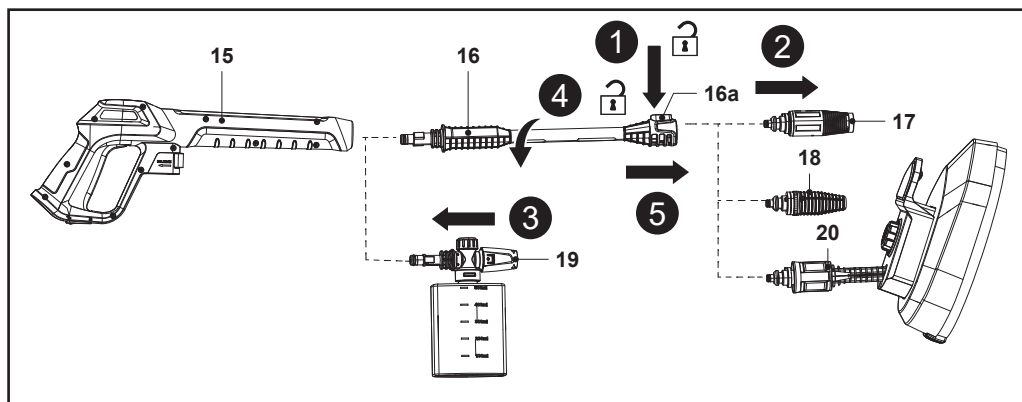

Fig. 4
**i** **REMARQUE :** Lorsque deux composants sont connectés correctement, il est impossible de les séparer en tirant dessus. Pour une utilisation correcte, tous les accessoires du pistolet de pulvérisation doivent être insérés dans le pistolet de pulvérisation (15).
4. Pour déconnecter la buse, appuyer sur le bouton de verrouillage (16a) et le maintenir, puis retirer la buse assemblée (Fig. 4, étapes 1 et 2). Réinstaller la buse requise.
5. Pour déconnecter la lance télescopique (16) ou la buse pour flacon de détergent (19), enfoncer et faire tourner la lance télescopique (16) dans le sens antihoraire pour la retirer (Fig. 4, étapes 3, 4 et 5). Réinstaller l'accessoire du pistolet de pulvérisation requis.